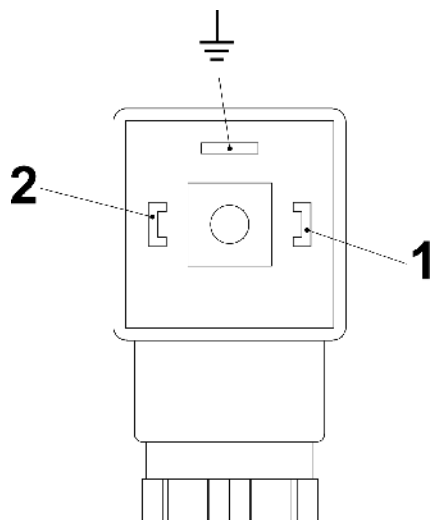
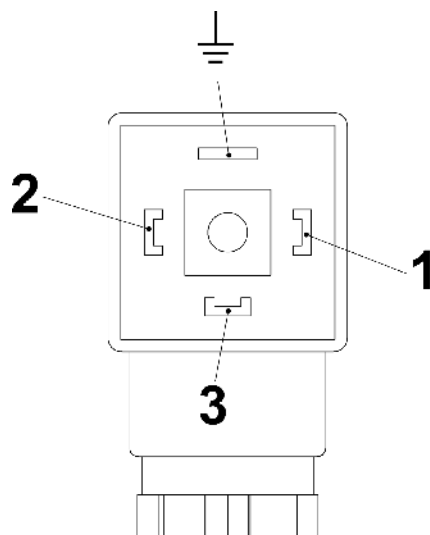

Abb. 24: Pin-Belegung Steckerdose Schließer (Form 30x70)
Abb. 25: Pin-Belegung Steckerdose Wechsler (Form 30x70)
6. ➤ Anschluss gemäß den Anschlussbildern (Abb. 24 und Abb. 25) vornehmen